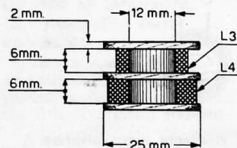

Fig. 13 - Dati costruttivi per bobine L3 - L4
- L3 - L4 (vedi articolo e dati di costruzione a fig. 13)